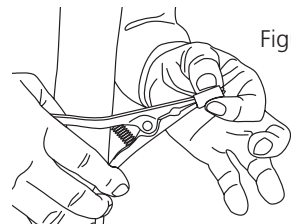

Figure 8
1) Insérer l'adaptateur en élastomère dans les becs de la pince écarteuse en suivant sa conicité jusqu'à ce qu'il soit complètement inséré. (Figure 8).